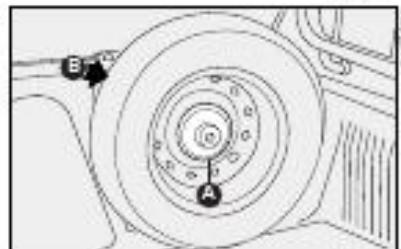

fig. 12
- conforme a versão, desatarraxar o pino-suporte da roda sobressalente A-fig. 12, 13 ou 14 e retirar a mesma de sua sede B-fig. 12, 13 ou 14;
– Para a Pick-up Strada, colocar a roda substituída em uma de suas sedes (na cabine de passageiros ou no compartimento de carga) fixando-a adequadamente com o pino-suporte **A**-**fig. 12**, **13** ou **14**.